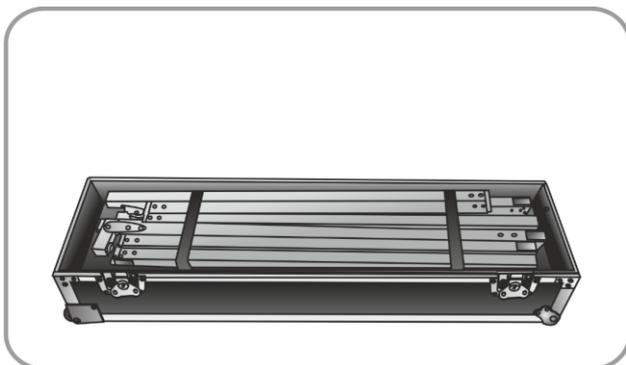
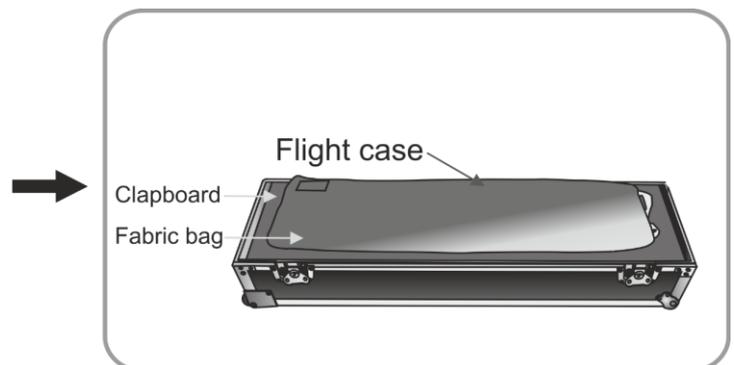

Abb. 20
Abb. 21
- 06) Legen Sie die Beine und den Haupttrahmen in das Flightcase und befestigen Sie sie (Abb. 20). Legen Sie den Zubehörbeutel hinein. Legen Sie das Trennbrett hinein und legen Sie den Leinwandbeutel darauf (Abb. 21).